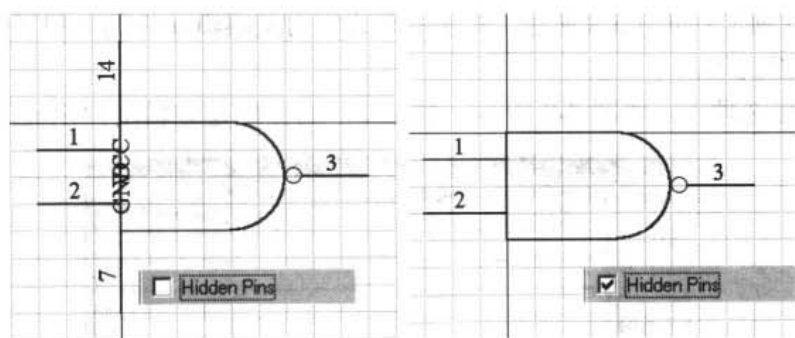

图 5-12 Hidden Pins 选项的设置效果对比
- **Hidden Pins 选项:** 本选项的功能是确定是否显示隐藏引脚, 如图 5-12 所示。